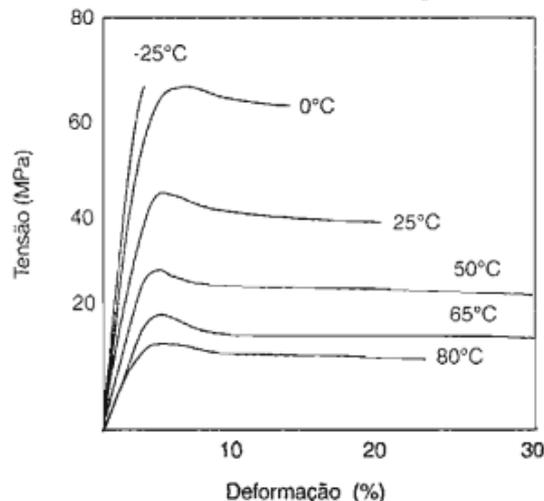

Figura 1 - Curvas tensão-deformação para o acetato de celulose em várias temperaturas.
9. Na Figura 1 temos duas curvas tensão-deformação para borrachas naturais vulcanizadas e não-vulcanizadas. Aponte as possíveis razões para a vulcanizada suportar um nível maior de tensão que a não-vulcanizada.